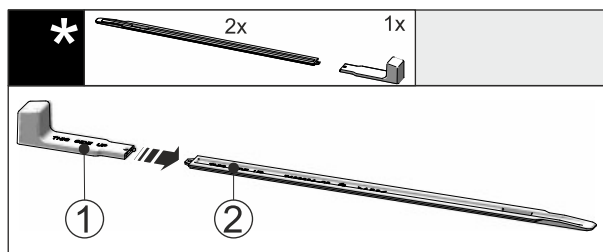

Fig. 45
- Insertar el tirador de montaje Fig. 45 (1) en el riel de nivelación Fig. 45 (2).